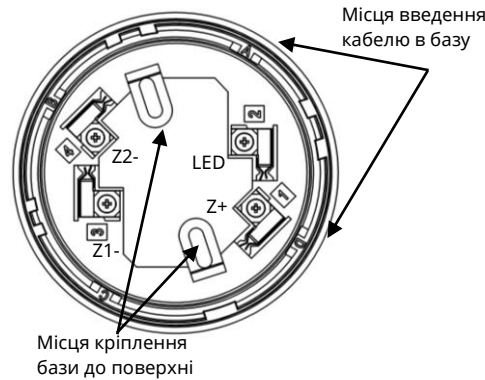
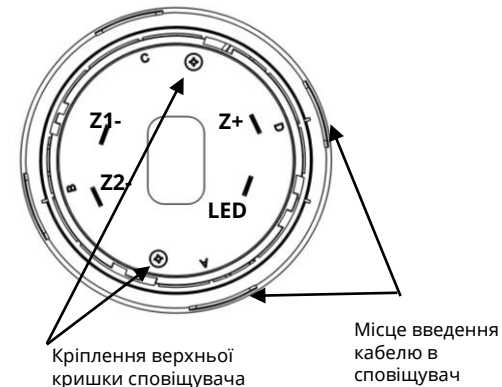

Рисунок 1 – Розташування клем на базі сповіщувача
Рисунок 2 – Вигляд сповіщувача з боку контактів
- 2) встановити базу на рівній поверхні, прикріпити шурупами або гвинтами згідно рис. 2, після затягування яких база не повинна бути деформована;
- 3) закріпити дроти ШС в гвинтових клеміях бази відповідно до рис. 1 і таблиці 1. В базі сповіщувача чотири клеми;
4.5 Для випадків, коли кабель всередину бази заводять збоку, в самій базі та в кришці сповіщувача передбачені вікна, за потреби в яких вирізають отвори. Ці вікна промарковані літерами «А», «В», «С», «D» (рис.1, рис.2).